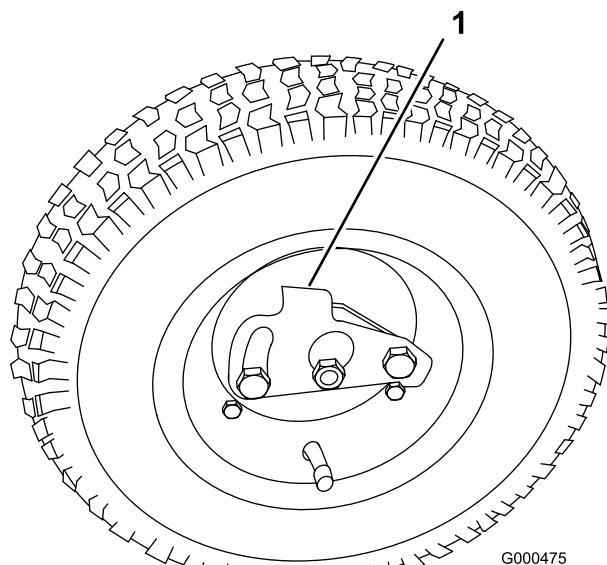

Figure 10
2. Poussez le clip de verrouillage vers le centre de la roue et faites coulisser la roue sur l'arbre hexagonal (Figure 10).